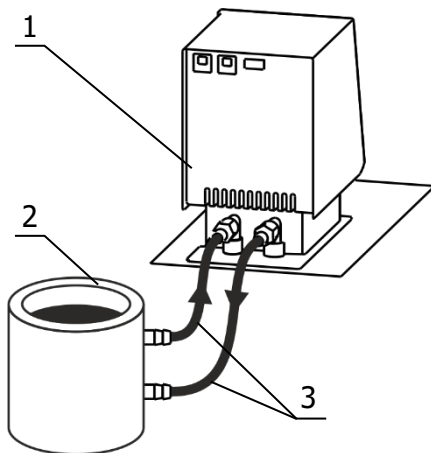

Рисунок 5 — Подключение внешнего потребителя
2.2.10 Для подключения к термостату 1 (рисунок 5) внешнего потребителя закрытого типа 2 использовать соединительные шланги 3. Концы соединительных шлангов надежно закрепить хомутами на штуцерах блока регулирования и внешнего потребителя.